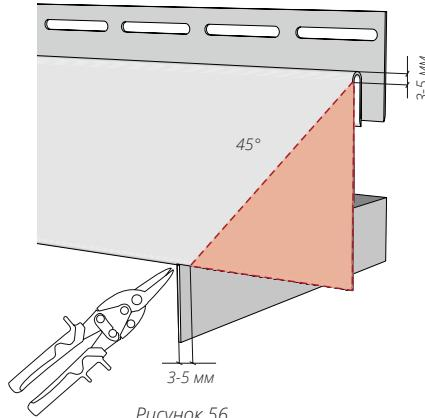
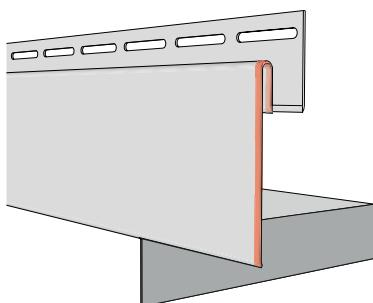
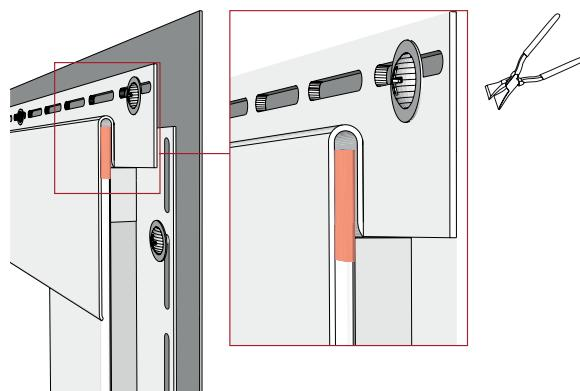

Рисунок 56
Рисунок 65
Рисунок 68
15.11 Если соединение околооконных планок нужно выполнить под углом 45 градусов, верхнюю околооконную планку с обеих сторон нужно подрезать согласно (рис. 56).
- 15.15** После монтажа околооконные и финишные планки должны оставаться подвижными, независимо друг от друга. На рис. 65, 66, 67 показаны части, которые необходимо точечно подогнать. На рис. 68 показана верхняя часть боковой околооконной планки, которую можно поджать, используя клещи прямые, чтобы в месте примыкания был более легкий ход. При резе верхней околооконной планки под угол 45° (рис. 56) использовать поджим не нужно.